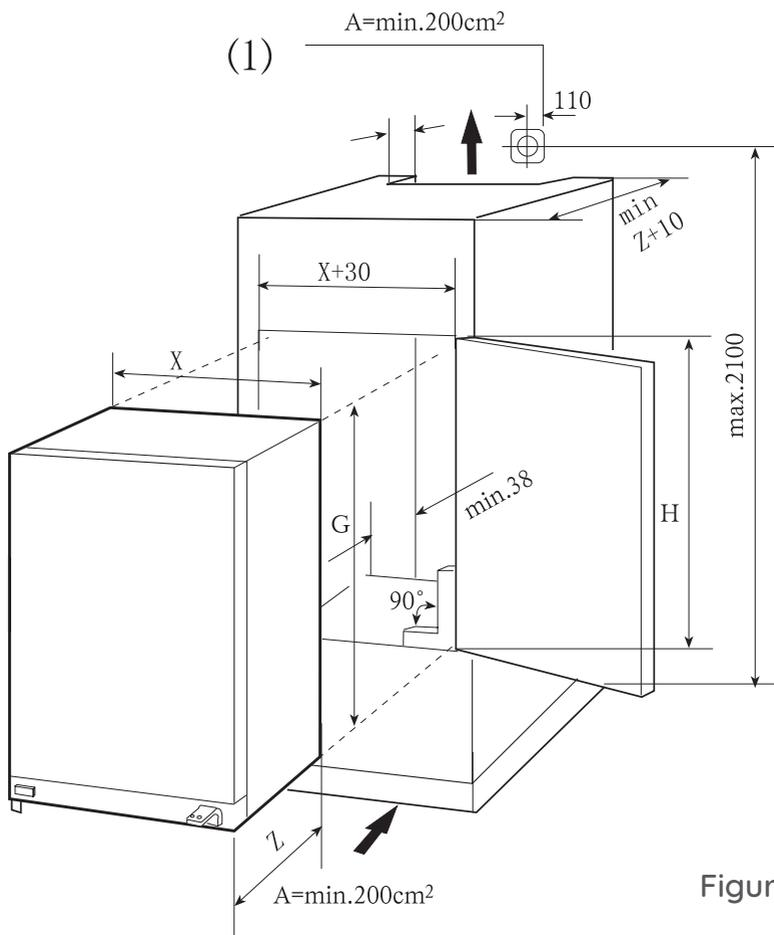

Figure 1
- Ventilation (Figure 1)
4. Vérifiez que la position de la prise de courant(1) est correct. La tension du CA dans le point où l'appareil sera utilisé doit être conforme aux données de la plaque signalétique apposée sur la paroi intérieure gauche de l'appareil, près des bacs à légumes. La prise de courant doit être mise à la terre obligatoirement.